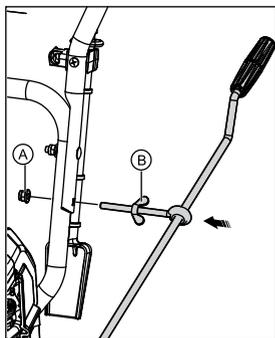

Рис. 6
ШАГ 5. Установка ручки поворота желоба (рис. 6, 7).
13. Используйте стопорную гайку М8 (А), специальный болт с петлей с барашковой гайкой (В), чтобы закрепить ручку поворота желоба (рис. 6).